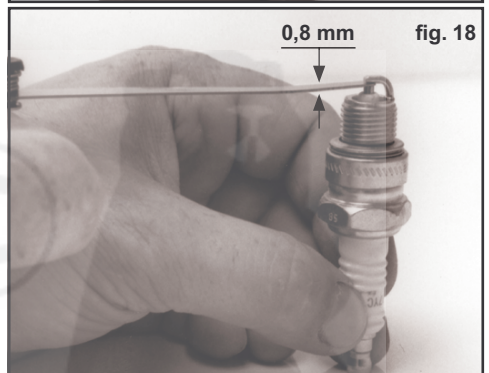

fig. 19
**OGNI 400 ORE:** Sostituire la candela di accensione, controllare il gioco valvole che deve essere di 0,15 mm per entrambe a motore freddo (fig. 19). Sostituire la valvola sfiato (fig. 20).